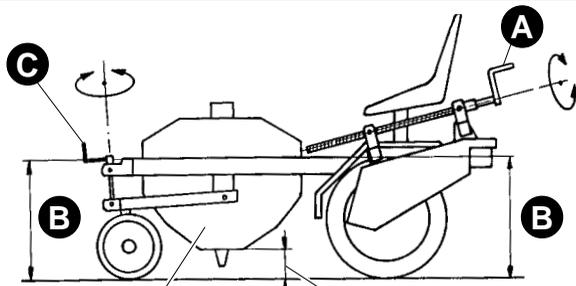

FIG. 10
17.1 - Accionar el registro de las ruedas de transmisión (fig. 10.A) para colocar los **grupos de trasplante en posición horizontal respecto al terreno** (fig. 10.B).
Determinarla mediante el respectivo registro de las ruedas traseras (fig. 10.C).
Después de cada regulación, asegurarse de que, durante el trabajo, las cubiertas (fig. 10.D) queden a no menos de 2 cm del terreno o del film (fig. 10.E).
Durante el trabajo, las ruedas de transmisión **deben estar constantemente apoyadas en el suelo** para accionar el apero de trasplante. El elevador hidráulico del tractor debe estar completamente bajo, y las ruedas de transmisión colocadas correctamente, Ver el capítulo 17 (fig. 10).